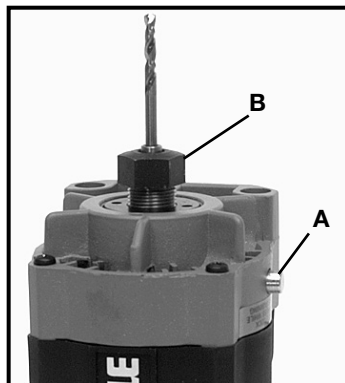

Fig. 3
1. Limpie y meta la espiga de la broca de taladrar en la boquilla del motor de taladrar (vea la Fig. 3) hasta el fondo.
2. Apriete el cerrojo de eje (A) Fig. 3, y dé vuelta a la tuerca de boquilla (B) Fig. 3, a mano en el sentido de las manecillas del reloj hasta que el cerrojo enganche el agujero del eje del motor.